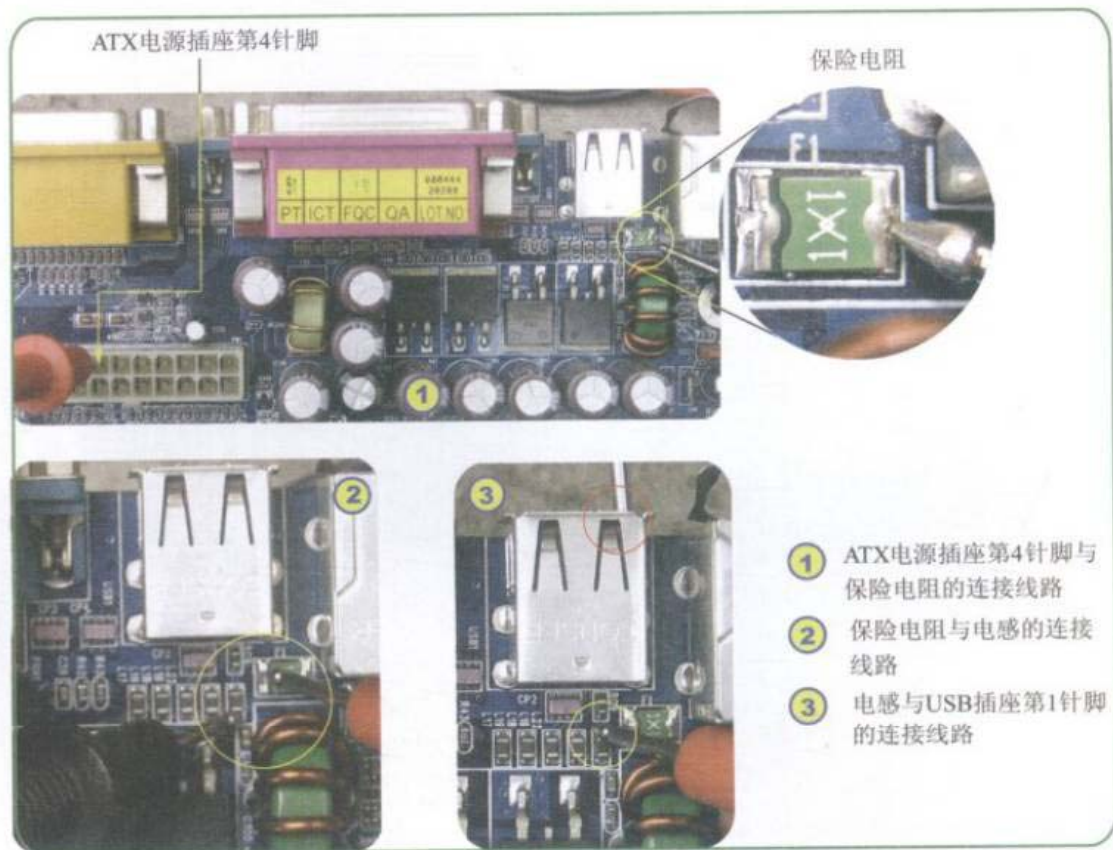

图5-46 测量USB接口插座第1针脚的线路
**Step 01** 将万用表调到“蜂鸣”挡，测量电源插座第4针脚经过保险电阻到USB接口插座的第1针脚的线路，如图5-46所示。